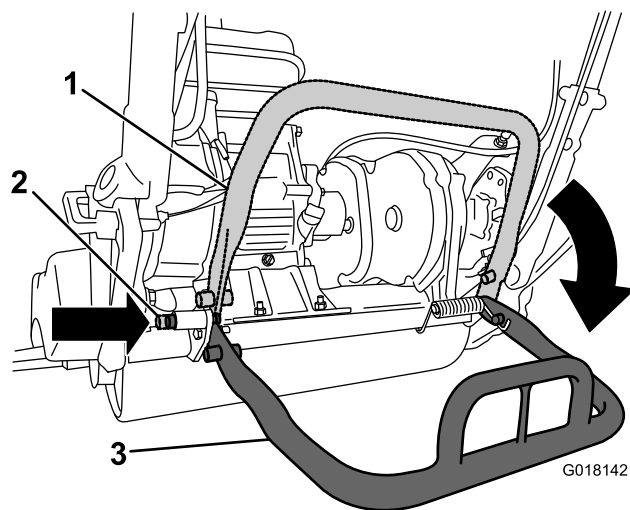

Figura 23
- Per evitare il ribaltamento all'indietro dell'unità durante la rimozione del cilindro, abbassate il cavalletto e premete il perno di bloccaggio per bloccare il cavalletto in posizione di SERVIZIO (Figura 23).